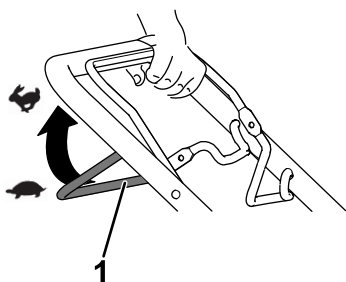

Figure 11
- Pour engager l'autopropulsion, serrez et maintenez la barre de commande d'autopropulsion contre le guidon (Figure 11).